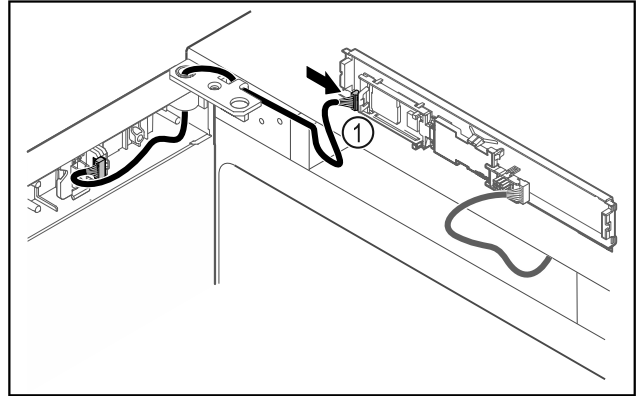

Fig. 43
- ▶ Συνδέστε το φιν Fig. 43 (1) στην πλακέτα.